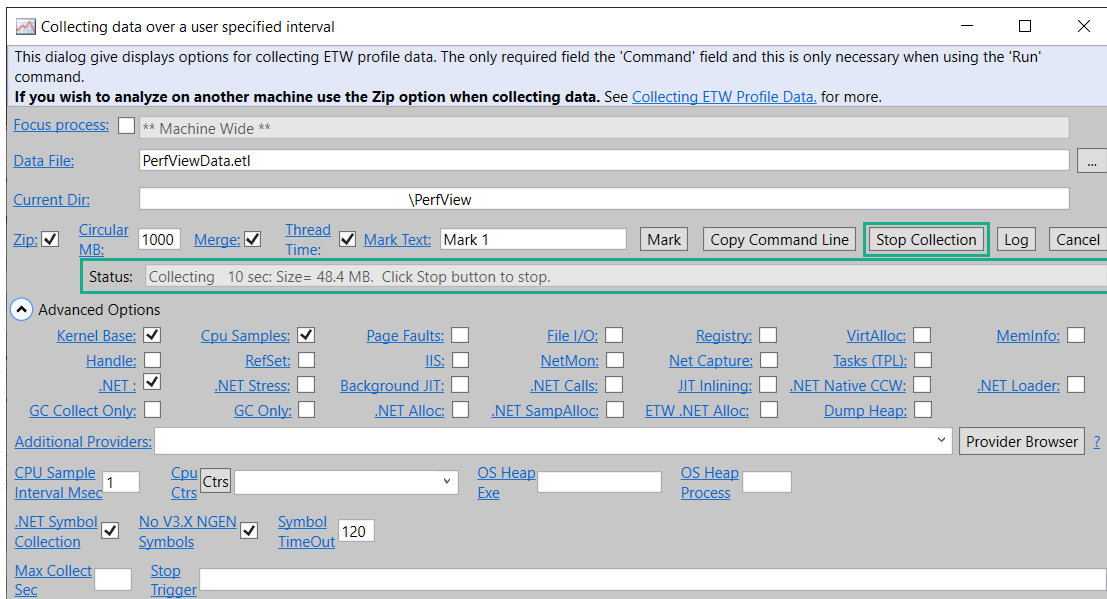

Рис. 5 Процесс и остановка сбора данных
12. Текущий процесс сбора данных отображается в поле «Status». Для остановки сбора нажмите кнопку «Stop Collection», см. Рис. 5;